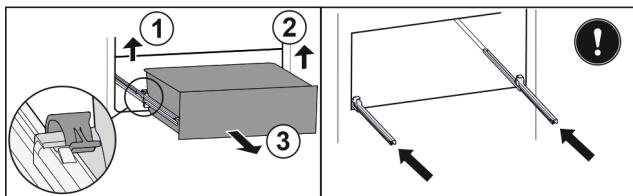

Fig. 64
- Підняти лівий затискач і одночасно висувний ящик ліворуч потягнути вперед. Fig. 64 (1)
- Підняти правий затискач і одночасно висувний ящик праворуч потягнути вперед. Fig. 64 (2)
- Вийняти висувний ящик рухом вперед. Fig. 64 (3)